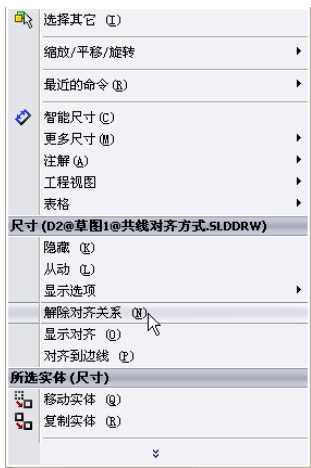

图 8-87 系统快捷菜单
4. 解除对齐关系的方法是，右键单击需要解除对齐关系的尺寸，在系统弹出的快捷菜单中选择“解除对齐关系”选项，如图 8-87 所示。解除对齐关系后的尺寸，可以单独移动